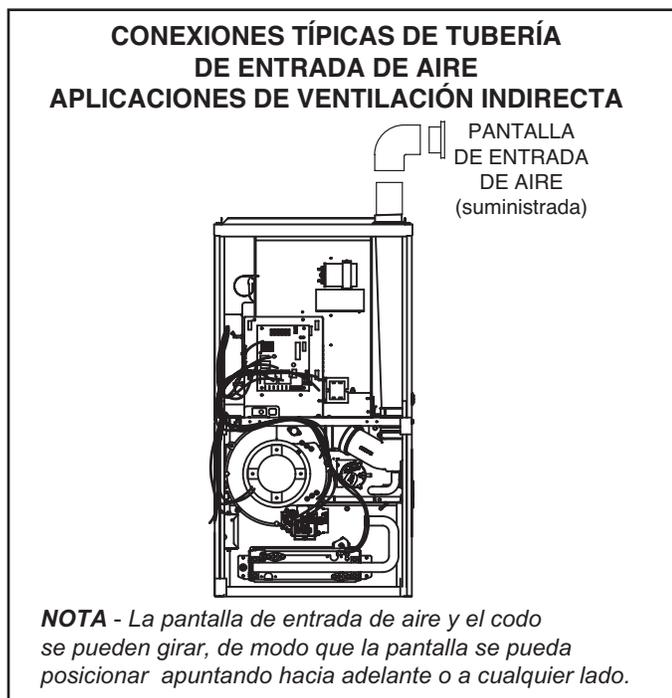

FIGURA 25
- 1 - Use los materiales proporcionados en el sitio y la pantalla de entrada de aire suministrada en la fábrica para dirigir la tubería de entrada como se muestra en la FIGURA 25. Mantenga un espaciado mínimo de 3" (76 mm) alrededor de la abertura de entrada de aire. La abertura de entrada de aire (con la pantalla protectora) siempre debe dirigirse hacia adelante o hacia el costado.